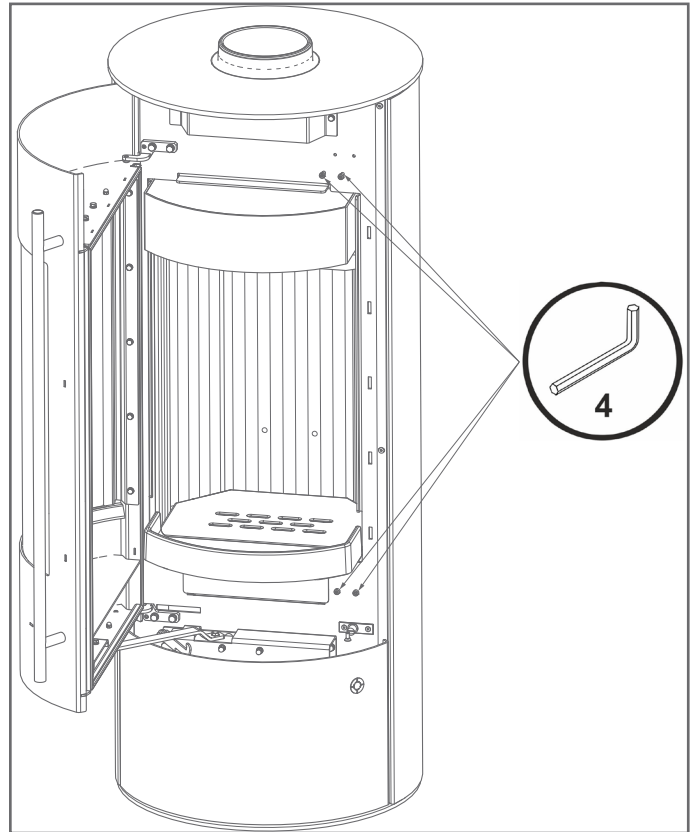

Abb.: 2.1
- Vorhandene Innensechskantschrauben (SW 4) lösen und entfernen. (Abb.:2.1)